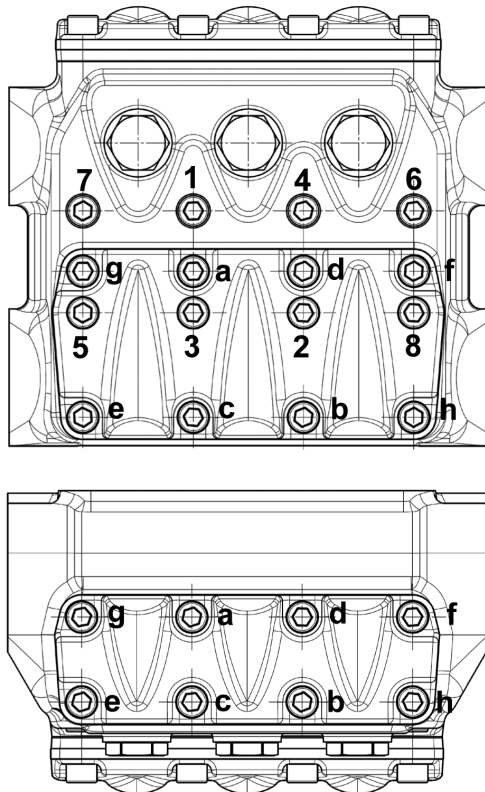

Abb. 47
*** Die Befestigungsschrauben der Ventildeckel müssen mit einem Drehmomentschlüssel bei Schmierung des Gewindeschäfts in der Reihenfolge gemäß Schema in Abb. 47 festgezogen werden.